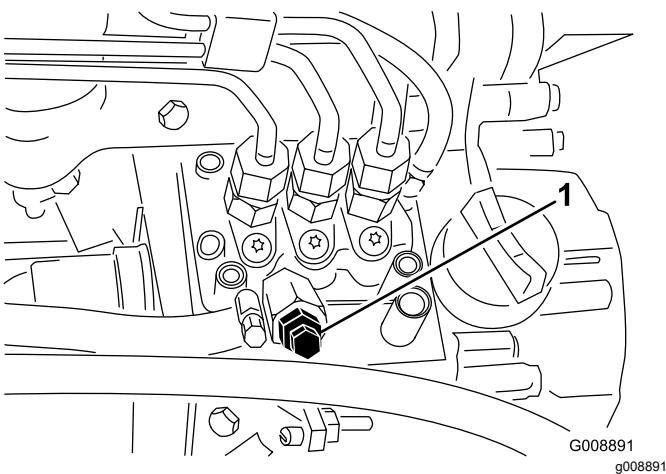

Figura 35
4. Desaperte o parafuso de purga que se encontra na bomba de injeção de combustível (Figura 35).